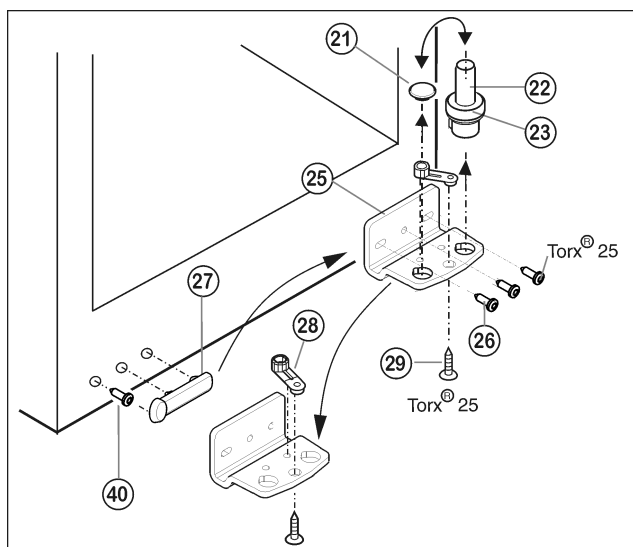

Fig. 5
- Установите дверцу сверху на нижний опорный палец Fig. 5 (22).
- При необходимости выровняйте дверцы через два продольных паза в нижнем опорном кронштейне Fig. 5 (25) параллельно корпусу устройства. Для этого выкрутите средний винт.